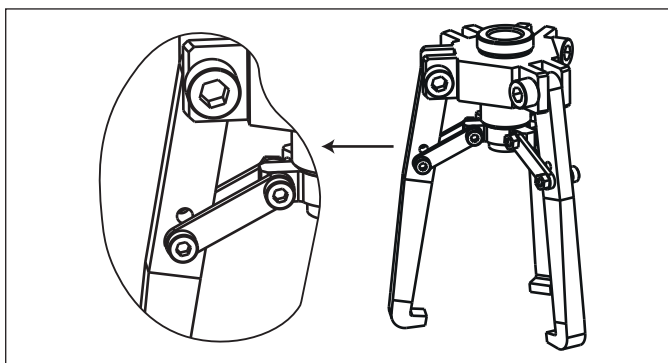
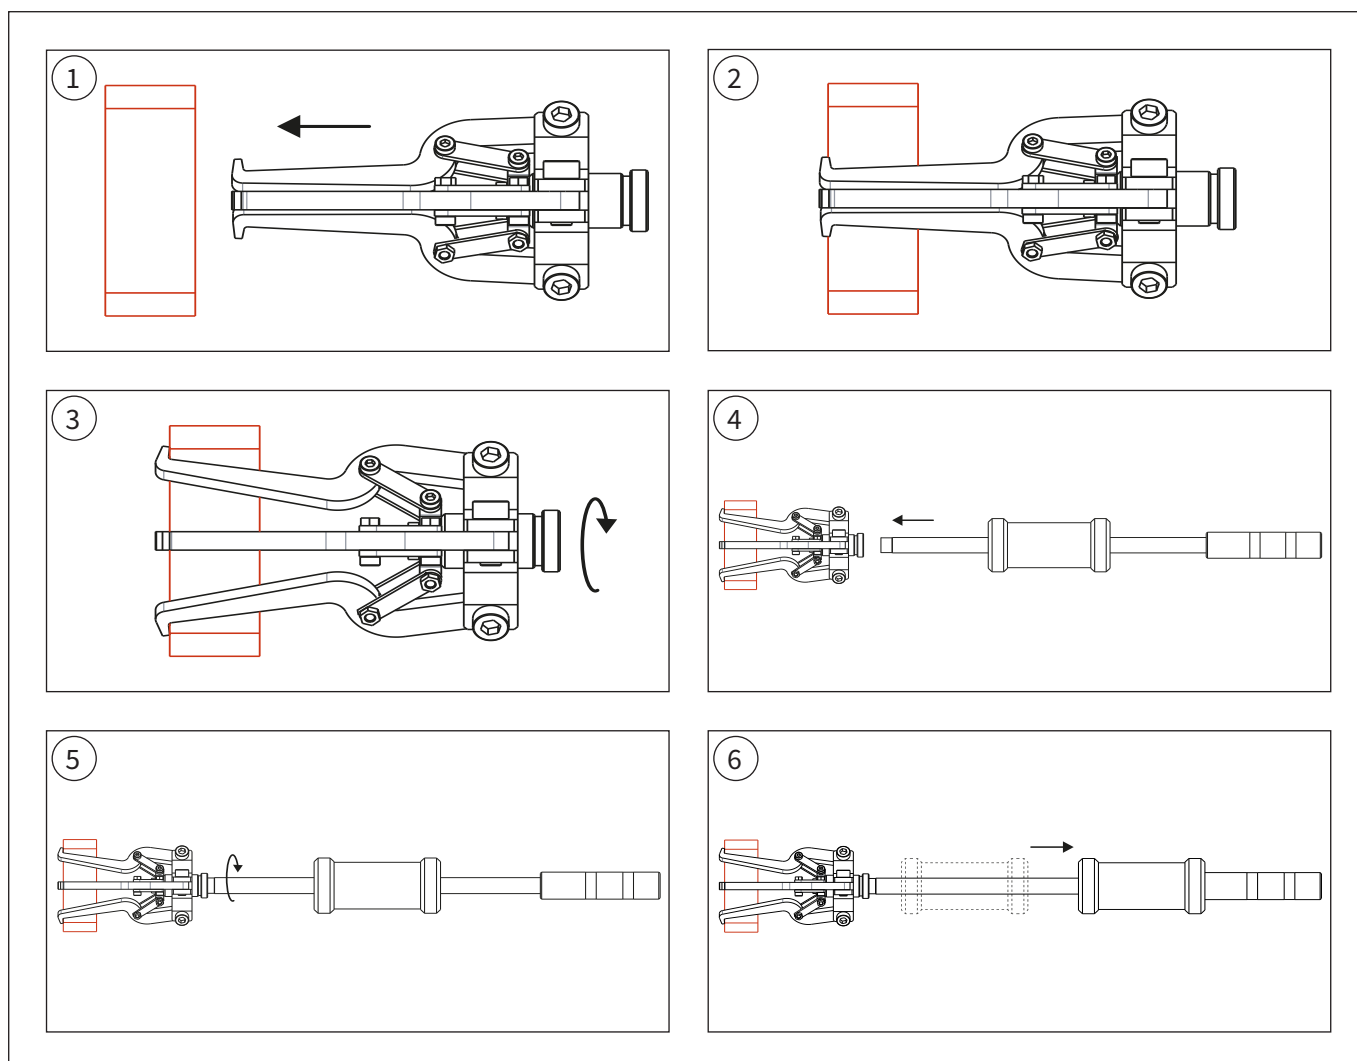
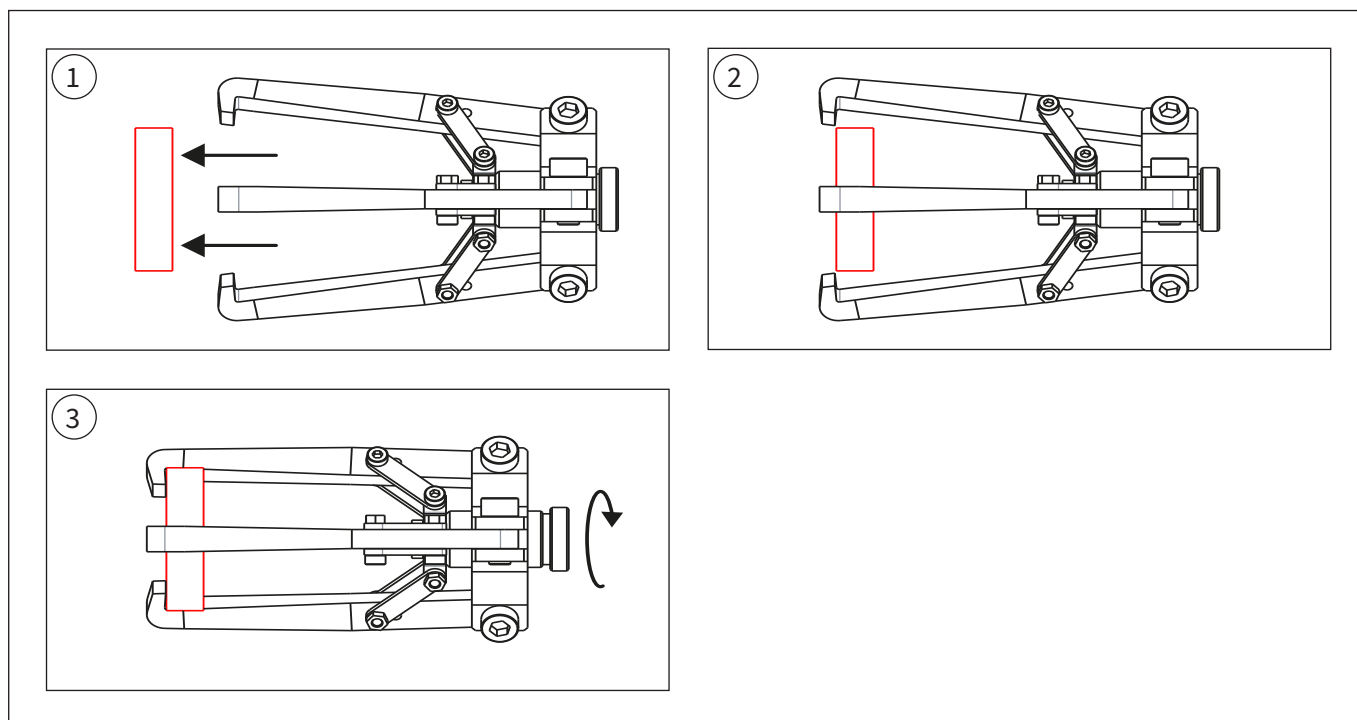

图 3: 外置式配置时标准爪钳安装详情
图 5: 拔轮器操作步骤。拔出一个内部零件。
图 6: 拔轮器操作步骤。拔出一个外部零件。
- 为将爪钳安装到外置式配置，请使用较下的孔。参见图 3。
1. 将拔轮器放置于工件内部。执行以下步骤时请参见图 5, 图 1 到图 6。
1. 将拔轮器放置到工件上。执行以下步骤时请参见图 6, 图 1 到图 3。
4. 为拔出外部组件, 请继续执行 外部组件操作步骤 的第 4、5、和 6 步。参见图 5。